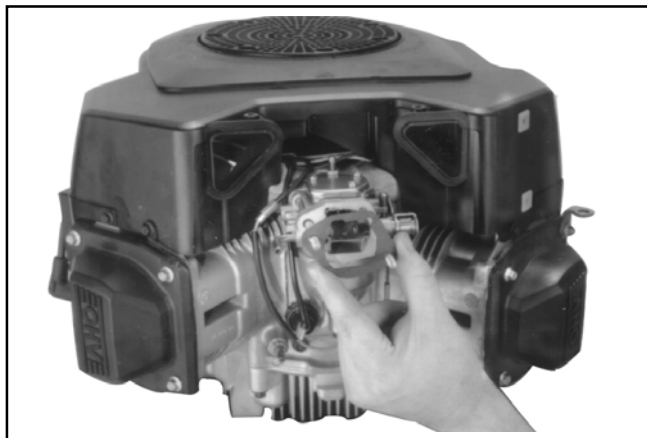

Figura 9-18. Rimozione del carburatore.
3. Rimuovere il carburatore, la tiranteria dell'acceleratore e la leva del regolatore come un unico gruppo. Vedere Figura 9-18.